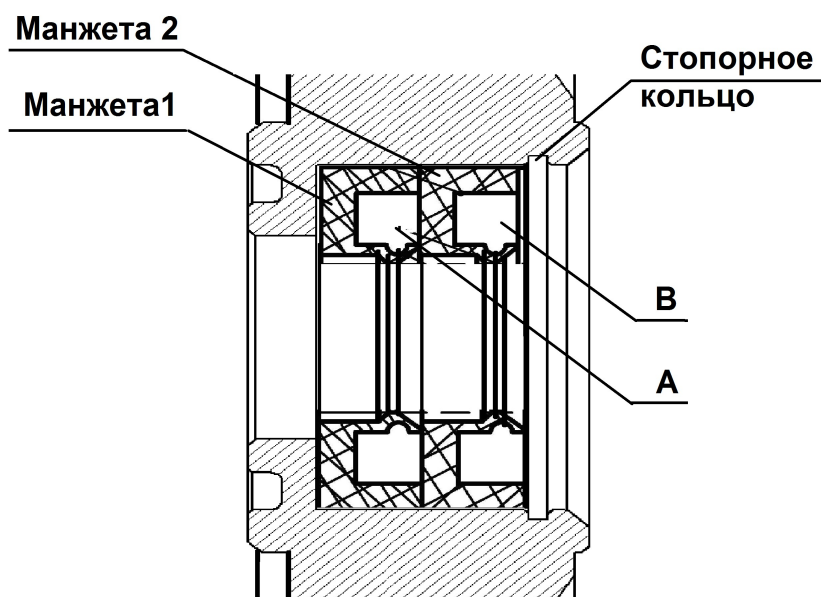

Рис. 25. Схема установки манжет.
- со стороны камеры снять кольцо стопорное и снять 2 манжеты (рис. 25);
- установку манжет производить согласно рис. 25 в следующем порядке: